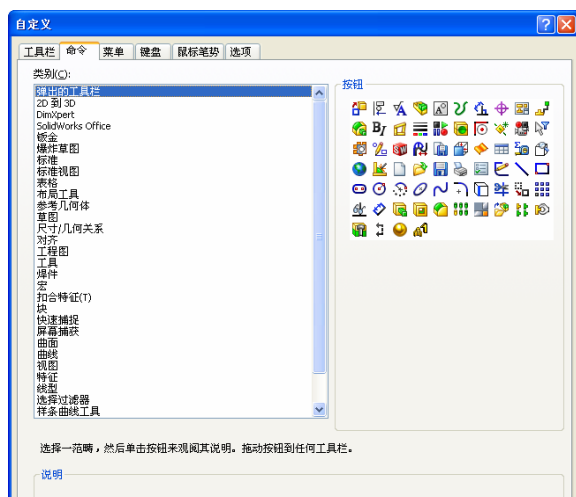

图 1-24 “自定义”对话框
① 执行命令。选择菜单栏中的“工具”→“自定义”命令，或者在工具栏区域单击鼠标右键，在快捷菜单中选择“自定义”选项，此时系统弹出“自定义”对话框。
② 设置命令按钮。单击选择对话框中的“命令”标签，此时会出现如图 1-24 所示的“命令”标签的类别和按钮选项。